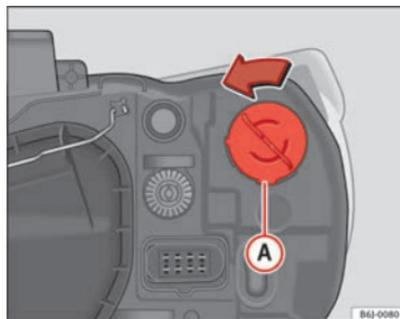

Fig. 152 Luz intermitente fero simple
- Gire el portalámparas ⇒ fig. 152 **A** a la izquierda y tirar.